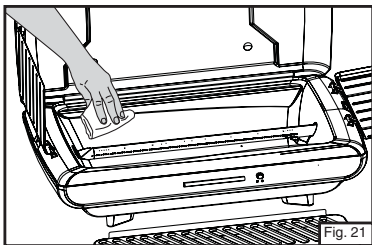

Fig. 21
- Limpie con un paño suave y detergente suave. No use abrasivos. (Fig. 21)